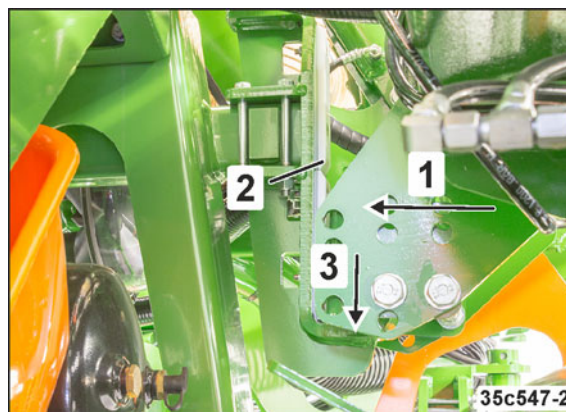

Рис. 279
- 15.1 Активизируйте блок управления трактора *зеленый* до тех пор, пока обе консоли машины (Рис. 279/1) не будут прилегать к направляющим (Рис. 279/2) транспортировочных фиксаторов.
- о пока консоли машины не опустятся и не зафиксируются в блокировочных крюках (Рис. 279/3);
Блокировочные крюки (Рис. 279/3) служат в качестве механических транспортировочных фиксаторов консолей машины.
Проверьте правильность положения блокировочных крюков (Рис. 279/3).